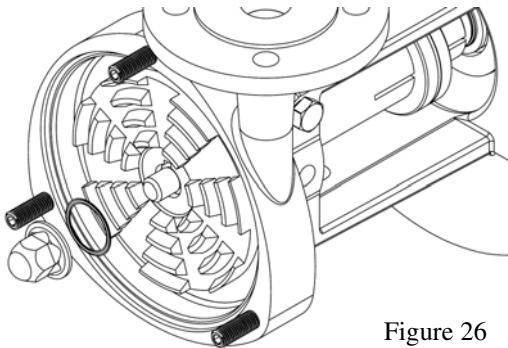

Figure 26
9. Install the impeller nut gasket and impeller nut. See Figure 26.